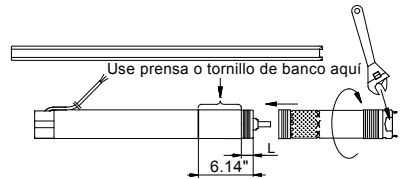

Fig. 11 Bomba en la prensa de banco
1. Coloque el motor horizontalmente en una prensa o tornillo de banco y apriete, ver fig. 11.
Se debe usar una llave de tuercas para las superficies de la abrazadera en la bomba, ver fig. 11.